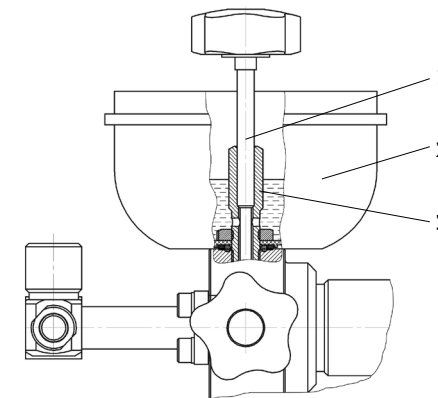

Рис. 3. Вид сбоку
6.4 Заверните иглу вентиль сброса давления 1 (Рис. 3) в резьбовую втулку 3 стакана 2 до упора, не прилагая больших усилий.
6.7 Вращением *штурвала 9* по часовой стрелке переместите *ходовой винт 11* до упора вперед, затем вращением против часовой стрелки переместите *ходовой винт* до упора назад. Прокачайте рабочую жидкость в системе до тех пор пока не прекратится появление пузырьков воздуха из отверстий *штулки 3* (Рис. 3) стакана.